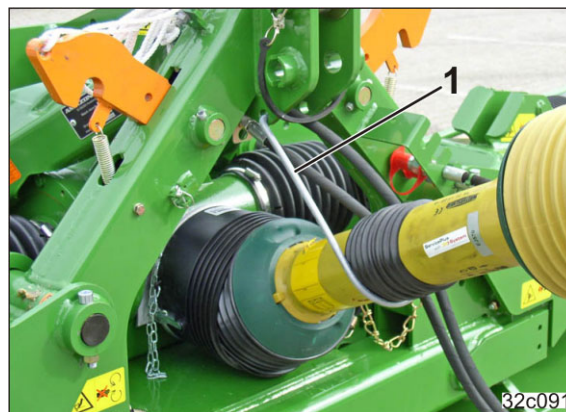

図 72
9. プロペラシャフトをハンガー（図 72/1）にかけます。